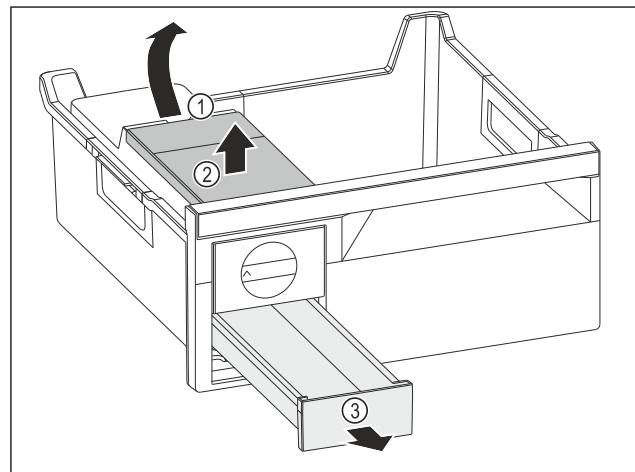

Fig. 76
- Wassertank entnehmen: Wassertank an der Aussparung Fig. 76 (1) anheben.
- Wassertank Fig. 76 (2) nach oben entnehmen.
- Eiszwürfelschubfach Fig. 76 (3) nach vorne entnehmen.